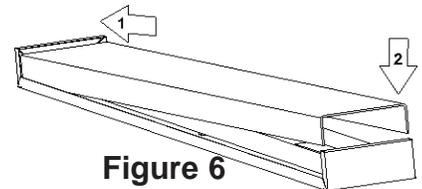

Figure 6
11. Install Diffuser by inserting one end into end plate over diffuser spacer, lift opposite end into fixture and shift into position. **See Fig. 6.**
11. **Instale el difusor** al insertar un extremo en el extremo de la placa sobre el espaciador del difusor, levante el extremo opuesto en la instalación y gire en posición. **Consulte la Fig. 6.**